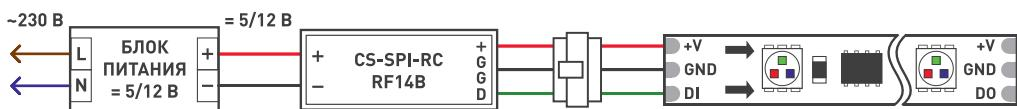
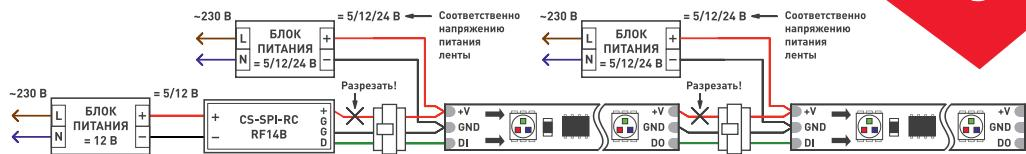

Рисунок 1. Подключение одной SPI-ленты
Рисунок 2. Подключение нескольких лент или лент с током потребления более 2 А.
2. Подключите контроллер в соответствии со схемами (см. рисунок 1 и рисунок 2), в зависимости от варианта использования и от количества подключаемой ленты.
Если потребляемый ток подключаемой светодиодной ленты превышает 2 ампера, например, ленты с питанием 5 вольт, подавайте питание на ленту непосредственно с выхода источника питания (см. рисунок 2). Напряжение на выходах блоков питания должно соответствовать рабочим напряжениям контроллера и лент.